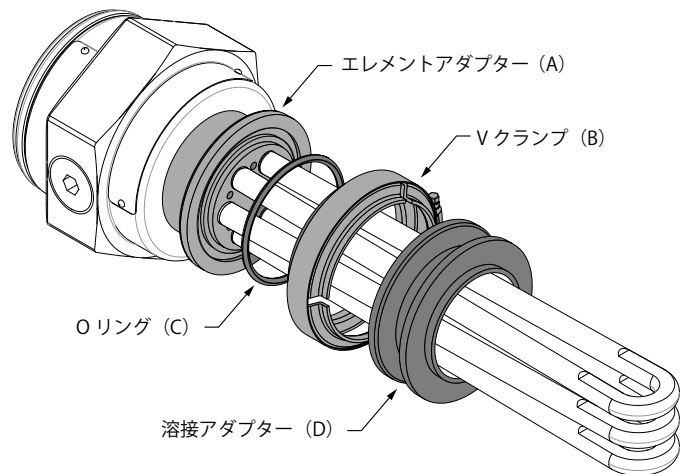

図2. ねじなしVクランプタイプの取り付け部品
1. 溶接アダプター（D：図2）を、中心位置を合わせて取り付けポートに溶接します。